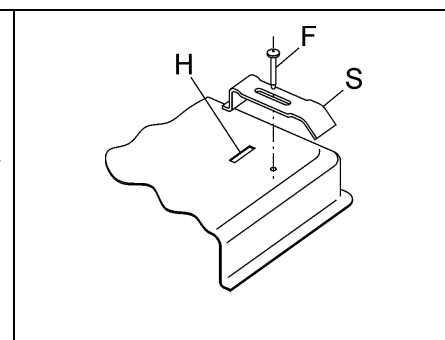

РИС. 10
- Закрепите рабочую поверхность скобами „S”, совместив их выпуклую часть с прорезями в нижней части „Н” и прикрутив винтами „F” (см. рис. 10).